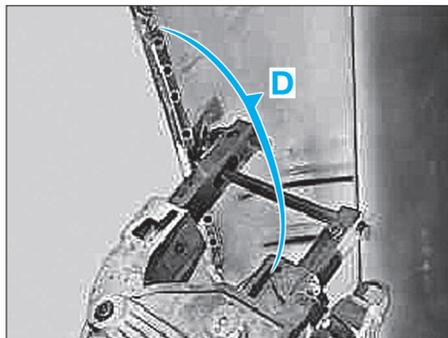

FIG. 86
- Souder par points bouchon la zone (I).
- Souder à la pointeuse électrique par résistance par points la zone (E).
- Riveter le bas de caisse zone (C) avec des rivets à tête plates Ø6,4 * 14 mm.
- Souder à la pointeuse électrique par résistance par points la zone (D) (Fig.86).